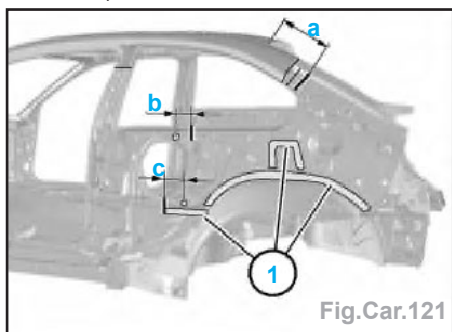

Fig.Car.121
- Meuler les points de soudure dans les zones (1) et déposer le raidisseur élément latéral.
- Tracer et découper le côté de caisse intérieur comme indiqué sur la figure (Fig. Car.121).